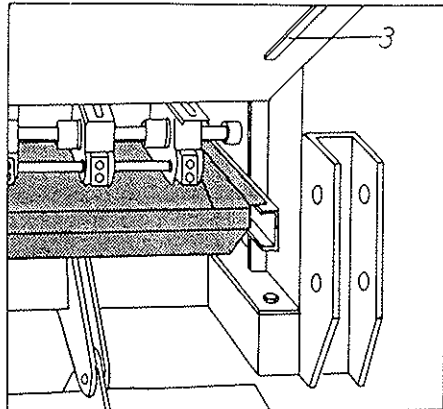

Fig. 2
**DOS.-** Paso ancho, dentado a tresbolillo para semillas normales y grandes (Fig. 2 y 3).
**SEGUNDO.-** Se retira la bandeja de su asiento de transporte (3-Fig. 2) y se desliza horizontalmente debajo de los dosificadores.